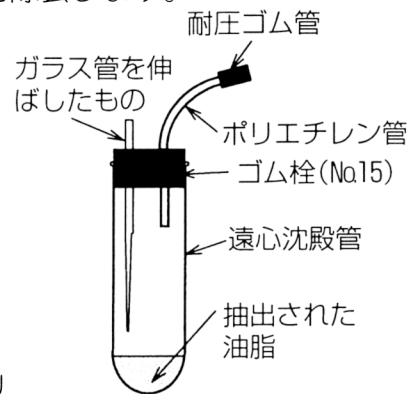

図6
(2) 製作 (図6)
- ① ガラス管をガスバーナーで加熱して引き伸ばす。
- ② ゴム栓に2つ穴をあける。一方には耐圧ゴム管を付けたポリエチレン管を、もう一方にはガラス管を引き伸ばしたものを取り付ける。